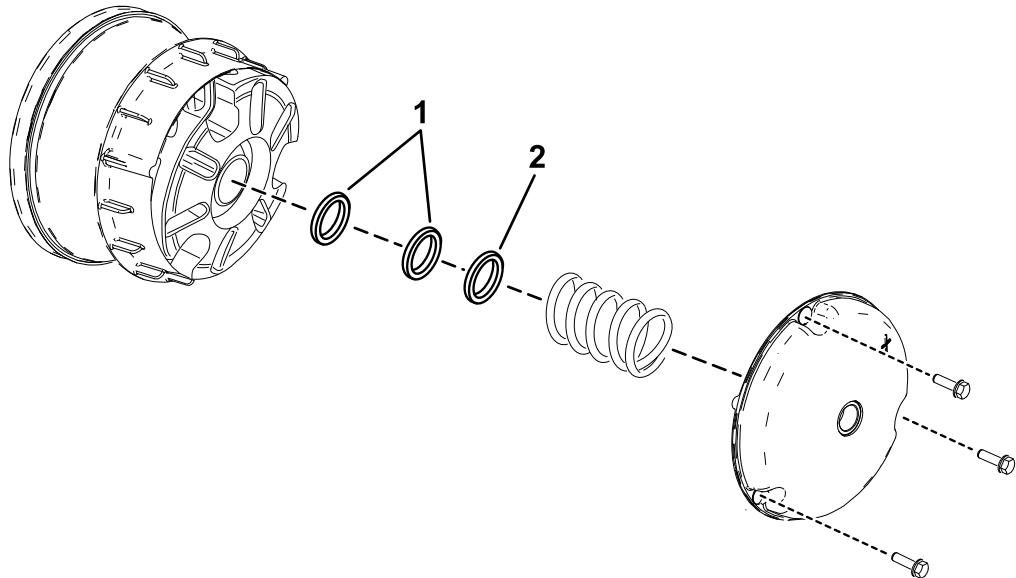

Figura 6
1. Retire os parafusos que prendem a cobertura principal da embraiagem como se mostra na Figura 6.